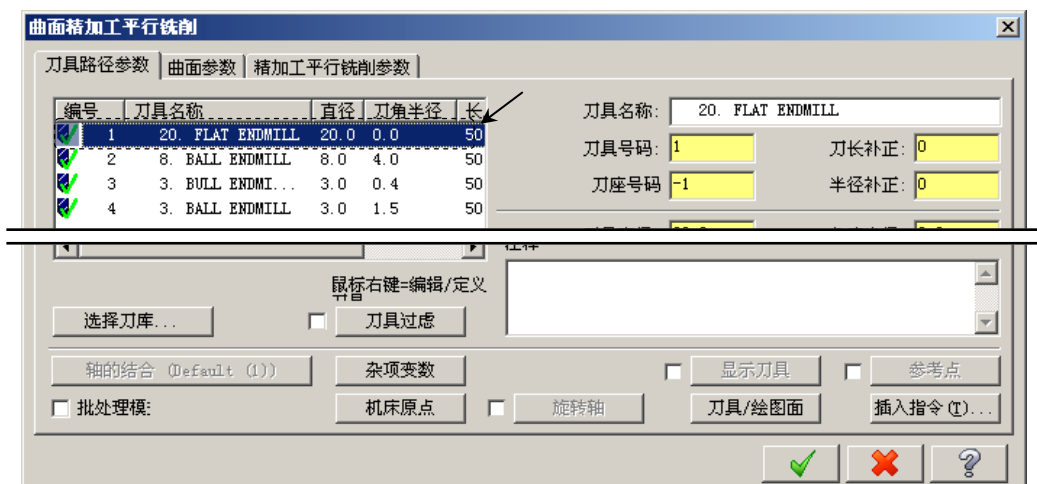

图 21.27 “刀具路径参数”选项卡
Step3. 选择刀具。在“曲面精加工平行铣削”对话框中取消选中 ☐ 刀具过虑 复选框，然后选择图 21.27 所示的刀具。